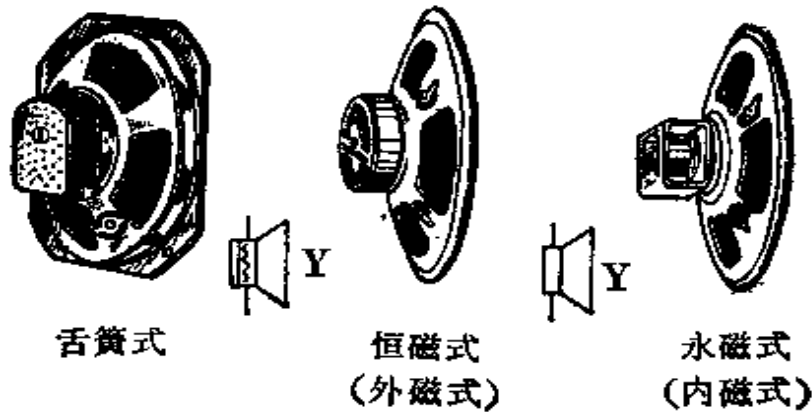

图 5-4
2. 喇叭 作用和耳机同,能把音频电流转变成声音。收音机常用的喇叭有舌簧式和动圈式两种。动圈式又分为永磁式和恒磁式。它们的实物外形和符号见图 5-4。舌簧式喇叭灵敏度较高,但音质较差;动圈式喇叭灵敏度稍低,但音质较好。